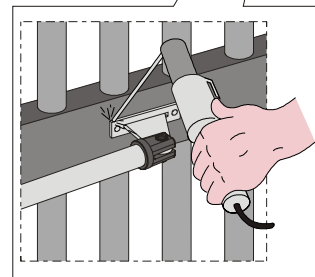

Fig. 12
- 9) Sluit de vleugel en zoek het bevestigingspunt van de voorste beugel op terwijl u de aandrijving perfect horizontaal houdt (fig.12).
10) Bevestig de voorste beugel voorlopig met twee laspunten (fig.12).